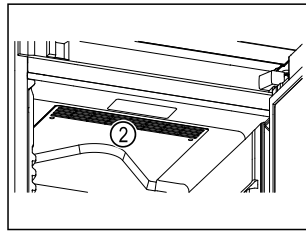

Fig. 60
- Дръжте вентилационните отвори Fig. 60 (2) на циркуляционния вентилатор във вътрешността свободни.